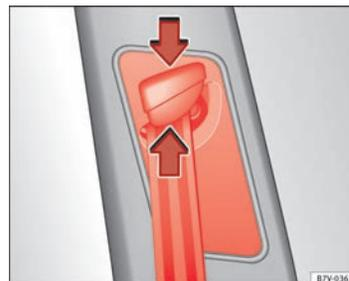

Fig. 15 Junto a los asientos delanteros: regulador de la altura del cinturón.
- Mantenga presionado el dispositivo-guía en el sentido de la flecha ⇒ fig. 15.